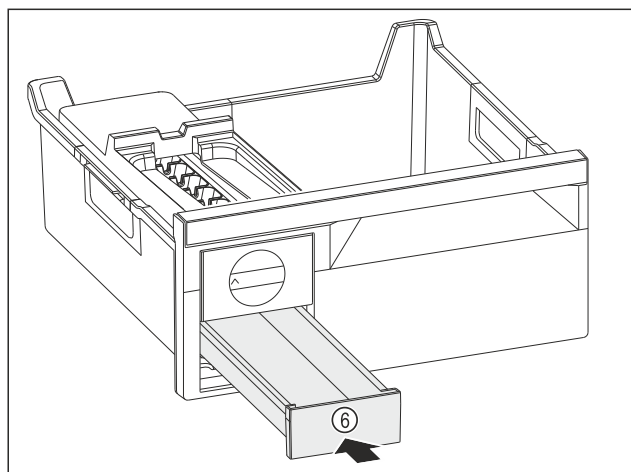

Fig. 148
- ▶ Predal za ledene kocke Fig. 148 (6) potisnite noter.